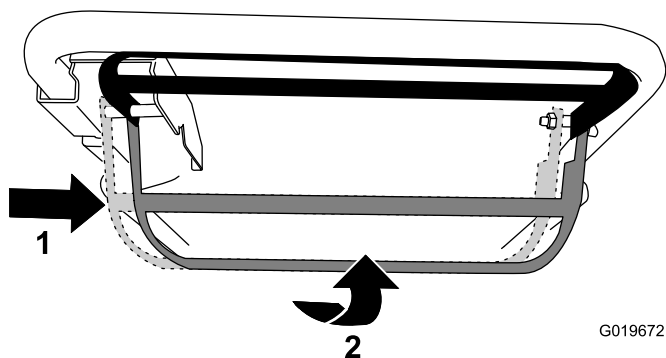

Figura 17
- **Para activar la autopropulsión y la cuchilla:** Mueva la barra de control de las cuchillas a la derecha hasta que haga tope, y levántela hasta el manillar (Figura 17).